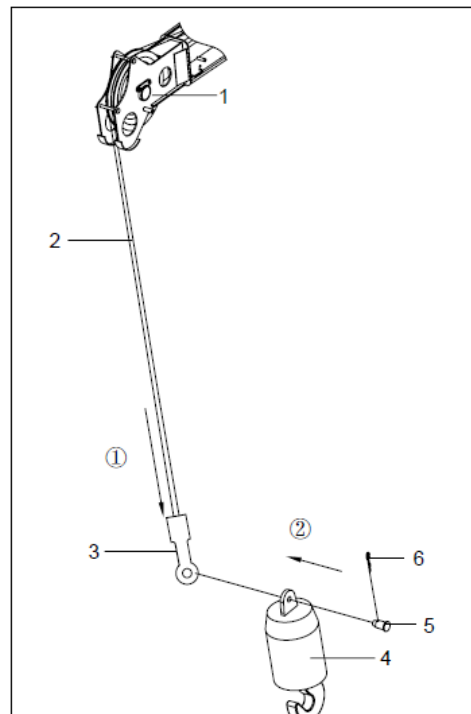

Fig.4-3.43
b. Alinhe o furo de montagem na ligação rápida com topo do bloco de gancho auxiliar. Corrija-o com o pino de divisão. Veja Fig.4-3.43.